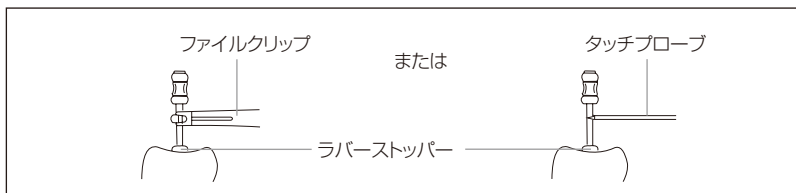

図23
4.2.6 ファイルが根尖に達したら、ファイルのラバーストッパーを操作して、歯冠側基準点（切縁または根管縁）に合わせて固定します。この状態でファイルを引き抜き、ファイル先端とラバーストッパーまでの長さを測定すると、これが作業長となります。臼歯の根管長測定には、ファイルクリップの代わりにタッチプローブを使用することも可能です（図23）。